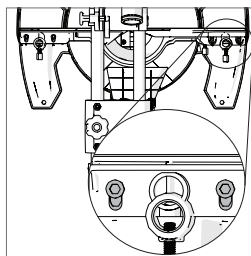

Fig. 18
- La butée est fixée avec deux vis Allen qui se trouvent sur les deux côtés de la butée dans les fentes longues. **(Fig. 18)**